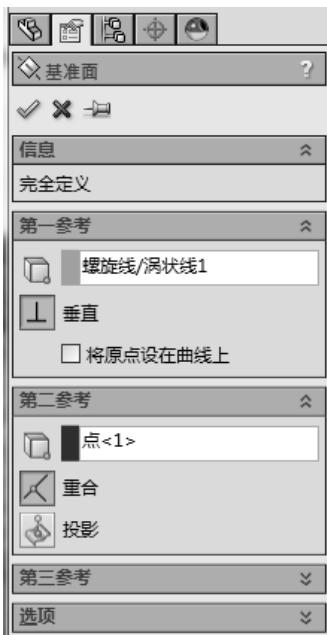

图 9-28 基准面属性设置
- [2] 设置基准面属性，在“第一参考”中选择“螺旋线/涡状线”，在“第二参考”中选择“点”，如图 9-28 所示。